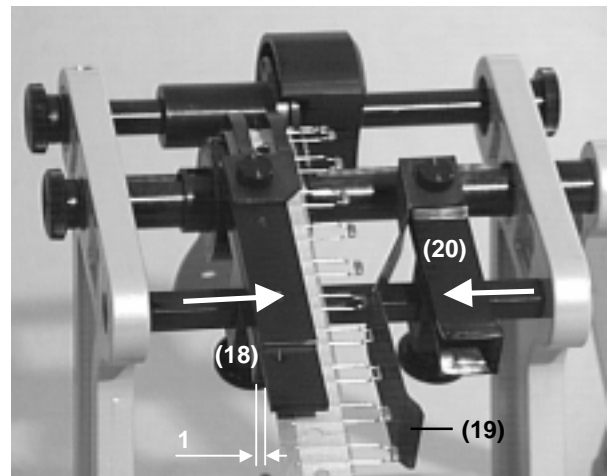

Fig. 4
- Schieben Sie die linke Bandführung (Fig. 4, 18) über den Gurt. Lassen Sie zwischen Gurt und Bandführung ungefähr etwas Spiel. Ziehen Sie die Rändelschraube fest.
- Montieren Sie das Führungsblech (Fig. 4, 19) an die rechte Bandführung (20). Schieben Sie die rechte Bandführung mit dem Führungsblech an die Komponenten und ziehen Sie die Rändelschraube fest.
- Slide the left belt guide (Fig. 4, 18) over the belt. Leave a small amount of play between belt and belt guide. Tighten the milled screw.
- Fit the guide plate (Fig. 4, 19) to the right belt guide (20). Slide the right belt guide together with the guide plate up to the components and tighten the milled screw.
- Décaler le guide gauche (fig. 4, 18) vers la bande, en laissant un peu de jeu entre guide et bande, puis serrer la vis à molette.
- Poser la plaque de guidage (fig. 4, 19) sur le guide de bande (20). Approcher le guide droit avec sa plaque de guidage des composants et serrer la vis à molette.